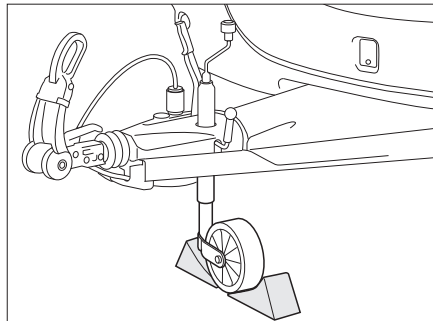

Fig. 186 Bloquer la roue d'appui
- Placer la roue d'appui de manière perpendiculaire au sens de la marche et la bloquer avec des auxiliaires adéquats (Fig. 186).